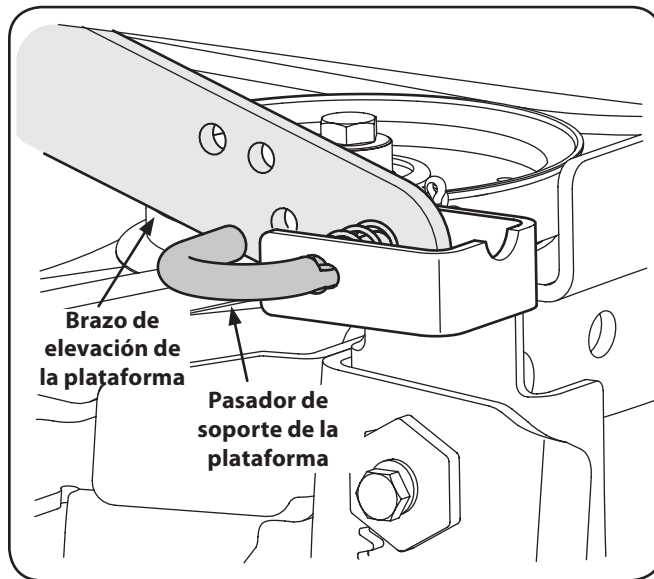

Figura 7-3
5. Tire hacia afuera el pasador de soporte de la plataforma para separar la misma del brazo de elevación de la plataforma. Vea la Figura 7-3.